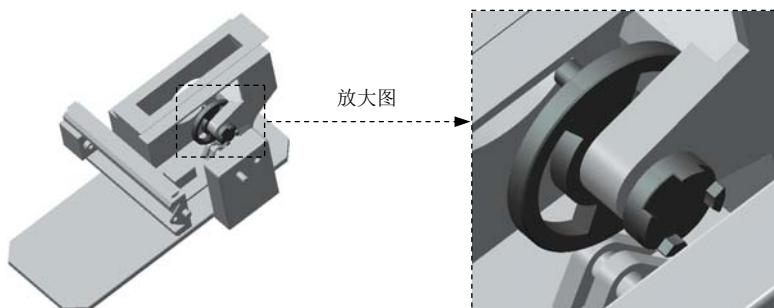

图 9.6.23 完成连接的创建
(6) 单击操控板中的 **√** 按钮，完成连接的创建，如图 9.6.23 所示。